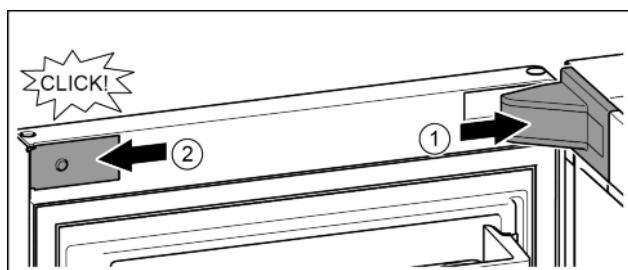

Fig. 24
- Așezați capacul suportului de lagăr și fixați în poziție, după caz, despărțiti cu precauție prin apăsare. Fig. 24 (1)
- Aplicați și fixați în poziție masca. Fig. 24 (2)